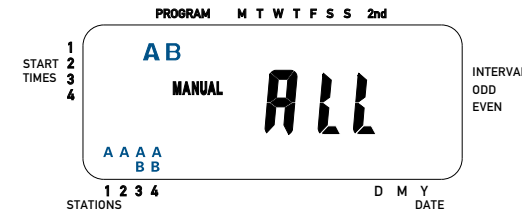

Figura 9: ejecución manual de los programas A y B
- Gire la perilla rotativa a la posición **RUN (EJECUTAR)**, y luego presione la tecla **MANUAL**. La pantalla mostrará «AB» y «ALL» (todos) parpadeando. [Ver la Figura 9] Indica que todas las estaciones en los programas «A» y «B» se regarán durante sus duraciones asignadas en secuencia.